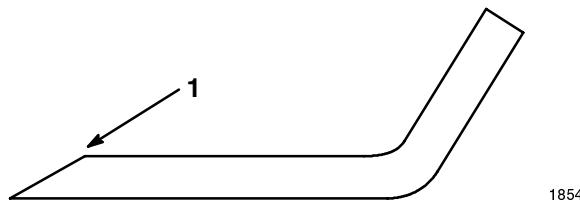

Bild 38
1. Schärfen Sie die Schneidkante an beiden Enden des Schnittmessers mit einer Feile (Bild 38). Behalten Sie den ursprünglichen Winkel bei. Das Schnittmesser behält seine Auswuchtung bei, wenn von beiden Schneidkanten die gleiche Materialmenge entfernt wird.